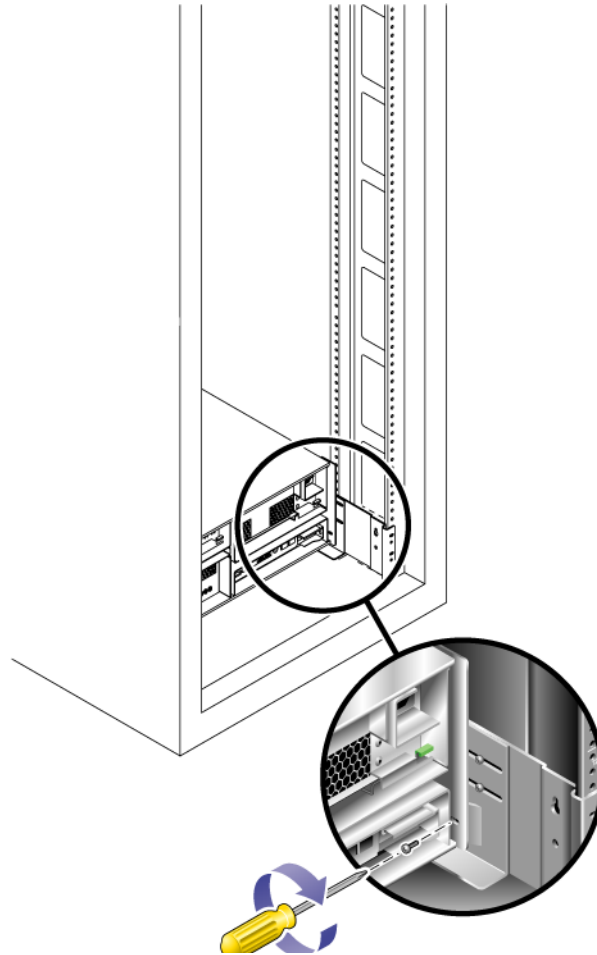

FIGURA 2-11 Fijación de la unidad a la parte trasera de la guía del armario
4. Introduzca y apriete dos tornillos de 6-32 (uno a cada lado) en la parte posterior de la unidad para fijar su parte trasera al armario (FIGURA 2-11).